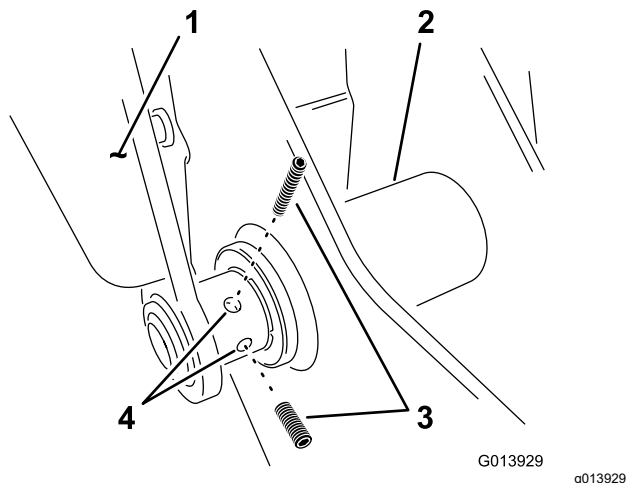

Figura 7
9. Montai 2 uruburi de reglare în braul stâng, în punctul articulației inferioare (Figura 7).
6. Strângei cele 2 uruburi de reglare de pe braul pivotant stâng, consultai Figura 7 din Montarea braelor de susinere pe cadrul de susinere (Pagină 6).